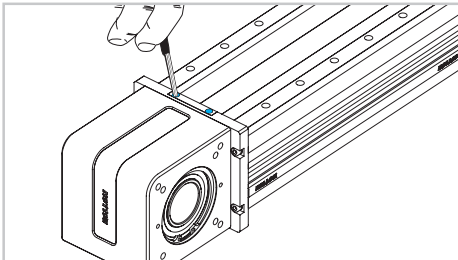

Abb. 5
- 4) Lösen Sie das Abdeckband am Antriebskopf, indem Sie die Verriegelungsplatte entfernen (Abb. 5).